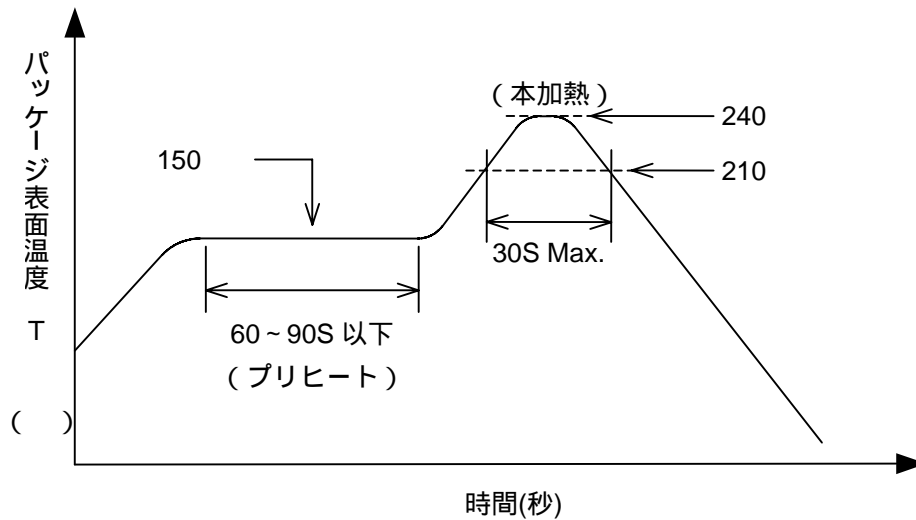

図 5-1 温度プロファイル
2. パッケージ表面温度は最大 240℃ , 210℃ 以上を 30 秒以内にて実施願います。推奨温度プロファイルの例を図 5-1に示します。
2. 推奨温度プロファイルは図 5-1をご参照下さい。